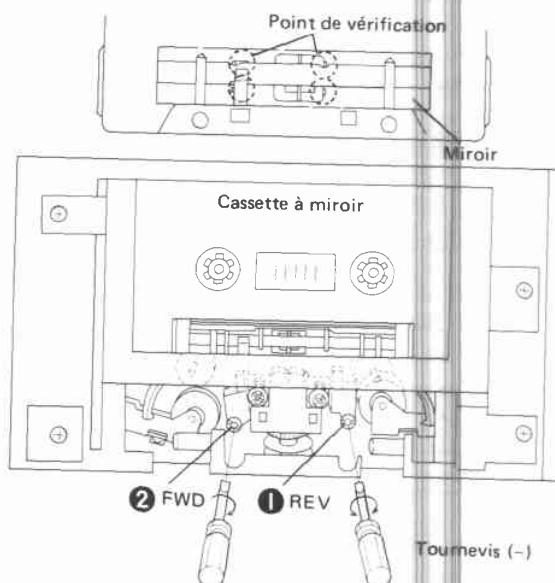

Fig. 11-4 Réglage d'entraînement de la bande
- Régler l'écrou de réglage ① afin que la bande ne s'enroule pas sur le guide de la tête de reproduction/enregistrement et sur le guide de la tête d'effacement comme indiqué sur la Fig. 11-4.
- Régler l'écrou de réglage ② afin que la bande ne s'enroule pas sur le guide de la tête de reproduction/enregistrement et sur le guide de la tête factice.